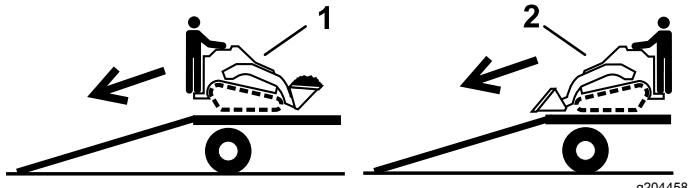

Рисунок 22
- При выгрузке машины с прицепа по наклонному въезду более тяжелая часть машины должна быть обращена вверх, при этом грузы должны быть опущенными (Рисунок 22).